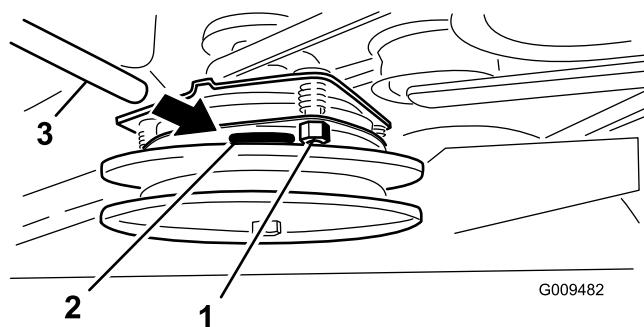

図 55
2. 調整が必要な場合は、0.381 mm 0.015 インチのすきまゲージを使い、3ヶ所の調整スロットそれぞれで調整する。すき間ゲージがかるくはさまれるがまだ楽に動かせる程度までロックナットを締め付ける図 55。